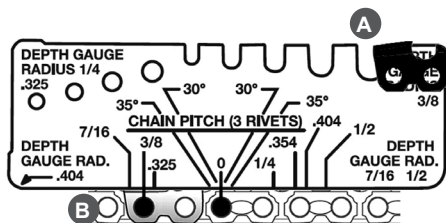

Рис. 24 Использование шаблона
глубины резания («DEPTH GAUGE RADIUS») (Рис. 24 п. А). С помощью данного шаблона можно проверить форму ограничителя глубины резания для пильных цепей с шагом 0.325", 3/8", 0.404", 7/16" и 1/2".
6. Определение шага пильной цепи («CHAIN PITCH (3 RIVETS)») (Рис. 24 п. В). Для примера на Рис. 24 показана пильная цепь с шагом 3/8".